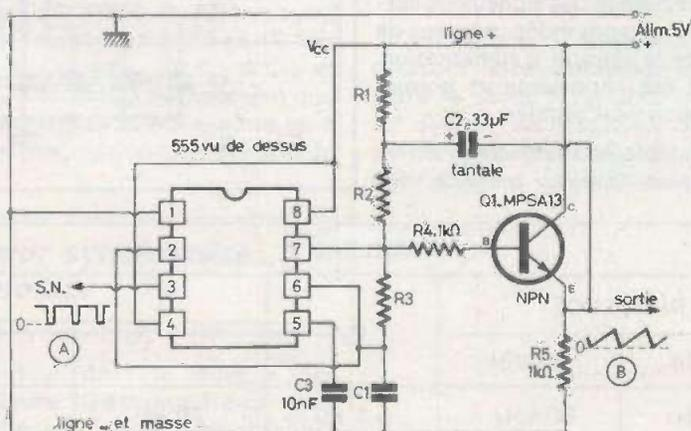
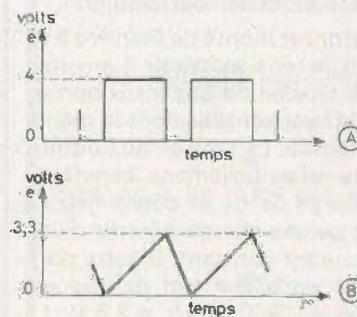
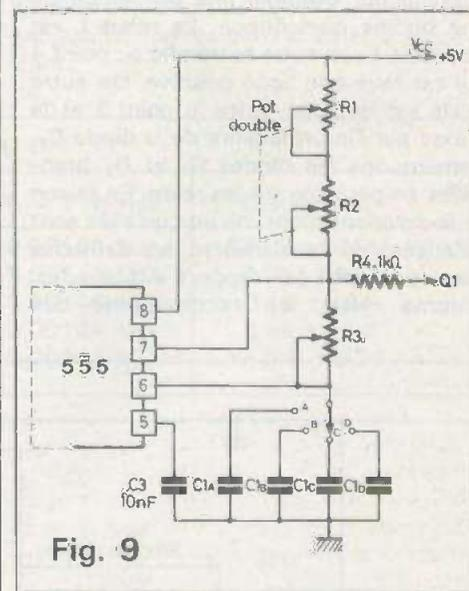
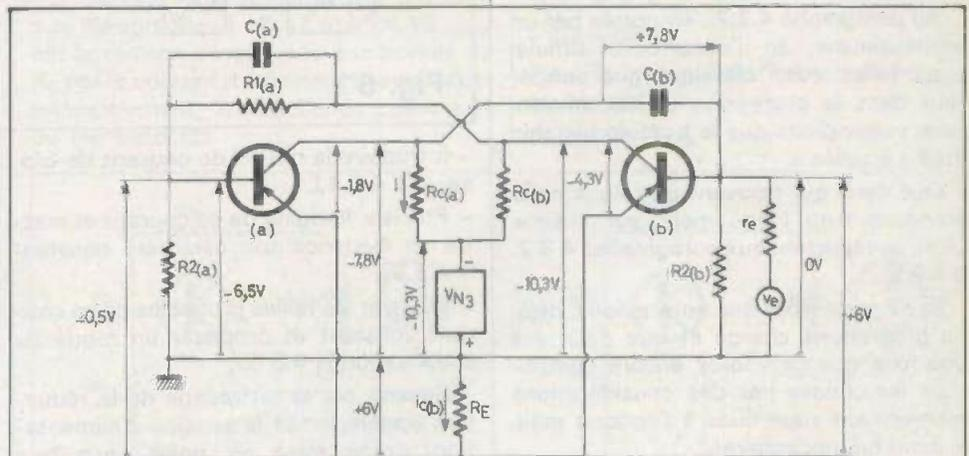

Fig. 7
Fig. 8
Fig. 9
Fig. 59
teur du transistor Q_1 , NPN des signaux en dents de scie (voir fig. 7). Leurs amplitudes sont 4 V et 3,3 V respectivement comme indiqué à la figure 8. Ce générateur a été proposé par Franck Cicchiello dans Electronics du 18 mars 1976. Une des qualités de ce générateur est sa stabilité en fonction de la température et son alimentation à tension réduite, de 5 V seulement.
La plupart des valeurs sont indiquées sur le schéma de la figure 7. Voici comment déterminer les valeurs non indiquées. En premier lieu on consultera le tableau II qui donne les valeurs de résistances R_1 , R_2 , R_3 et du condensateur C_1 en fonction de la fréquence f qui est la même pour les deux signaux de sortie, celui à impulsions et celui en dents de scie à la sortie de Q_1 (tableau II).
Il sera toutefois nécessaire de choisir des valeurs des éléments telles que les conditions (1) à (6) soient respectées. La modification du schéma de la figure 7 est indiquée à la figure 9. A remarquer que R_1 étant toujours égale à R_2 il est tout indiqué d'utiliser un potentiomètre double à deux éléments égaux branchés de manière à ce que leurs résistances en service restent toujours égales. On adoptera $R_1 = R_2 = 1\text{ M}\Omega$ potentiomètre logarithmique. R_3 sera également à variation logarithmique de $10\text{ k}\Omega$.
Quand la bascule monostable prend la forme du schéma de la figure 59, il n'est guère besoin d'explications si l'on se souvient des figures 9 et 14 (schémas à source auxiliaire V_{N2}) et de ce qui a été dit sur le même sujet pour la bascule bistable (fig. 50).
A noter, pour les figures 9 et 14, que celles-ci s'inscrivaient dans un cadre comprenant six figures... dont les numéros ont été oubliés !
Il est visible que, mis en présence de la figure 59, on peut, par exemple, s'intéresser à l'état possible du transistor (b).
Toutes les tensions de la bascule monostable, dans cet état, sont portées sur le schéma de la figure 59. En y regardant de près, on y trouve toutes les tensions connues :
toutes tensions que l'on trouvait, déjà, dans la figure 9. On découvre aussi, dans ce même schéma de la figure 59, des tensions qui semblent nouvelles : non pas $V_{N3} = -10,3 \text{ V}$ que nous avons déjà justifiée (voir 4.3.4.), mais aussi d'autres tensions qui en découlent et, pour cela, paraissent nouvelles, alors qu'il ne s'agit que des conséquences du remplacement de la source auxiliaire V_{N2} par la tension $V_{RE} = R_E \times i_E (= 6 \text{ V})$